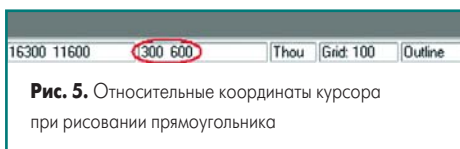

Рис. 5. Относительные координаты курсора при рисовании прямоугольника
14. Удерживая левую кнопку нажатой, сдвинем указатель мыши вправо и вверх, отслеживая относительные координаты курсора в строке состояния (рис. 5).